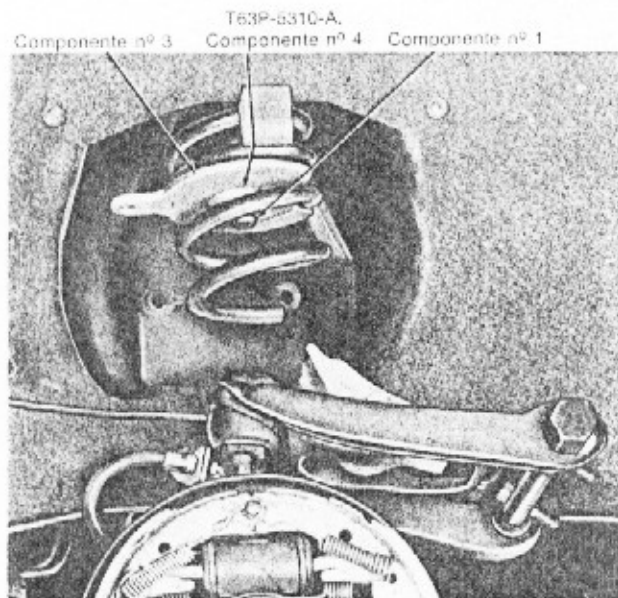

fig. 5 — compressão da mola helicoidal
- Retirar as porcas de fixação do braço superior à torre da mola e mover o braço superior para fora da torre (fig. 5).